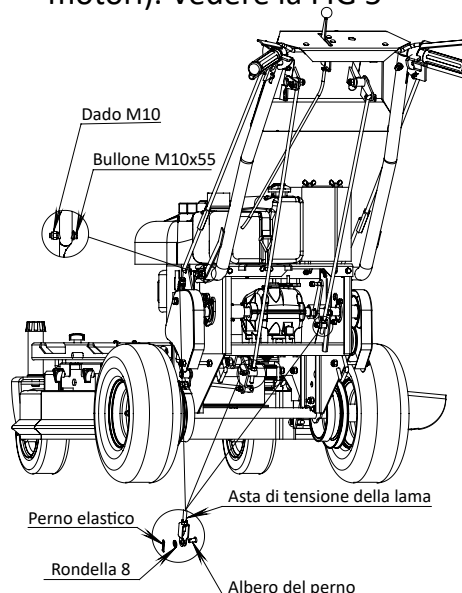

FIG. 4
- Dispiegare la maniglia e fissarla con quattro Flangia Hd M10x25. Bulloni e quattro controdadi M10 su ogni lato come mostrato in FIG 4.
- Inserire il perno filettato del connettore dell'estremità dell'asta dei tiranti dello sterzo destro e sinistro attraverso il foro dei bracci oscillanti del freno destro e sinistro; aggiungere il dado M6 e la rondella 8 e serrare. Successivamente, inserire il perno filettato del connettore dell'estremità dell'asta del gruppo di comando del cambio attraverso il foro del braccio di comando del cambio; aggiungere il dado M6 e la rondella 6 e serrare. Per finire, inserire il perno filettato del connettore dell'estremità dell'asta di controllo della lama attraverso il foro del braccio oscillante di tensione; aggiungere il dado M6 e la rondella 6 e serrare. Vedere la FIG 4